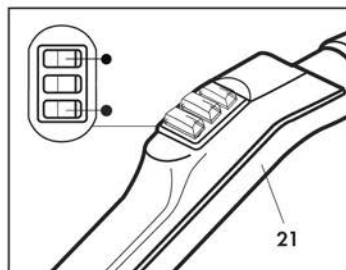
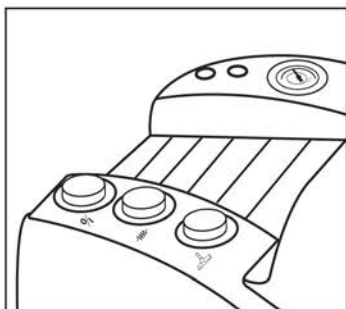

Abb. 14
Abb. 15
Um das Gerät auszuschalten, alle Schalter (Dampf und Saugfunktion) am Handgriff (21) ausschalten (**Abb. 14**); alle Schalter am Gerät (**Abb. 15**) ausschalten und den Stecker aus der Steckdose ziehen.